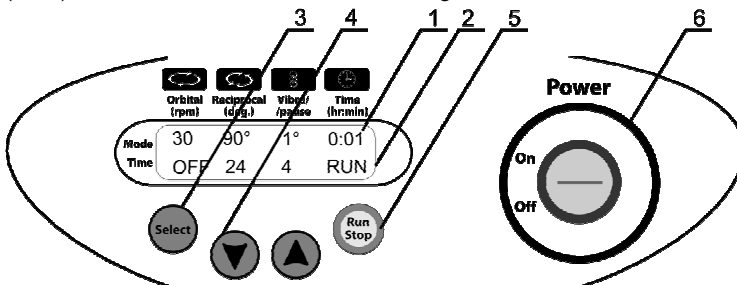

Abb. 2 Vorderseite
- 4.1. Schließen Sie das externe Netzgerät an das Stromnetz an und schalten Sie den Netzschalter (Power) ein (Abb. 2/6).
- 4.4. Drücken Sie die Taste Run/Stop(Laufen/Stopp) (Abb. 2/5), um das Programm zu starten. Die Plattform beginnt sich zu bewegen, und die entsprechenden Anzeigen (RUN [Laufen] (Abb. 2/2) und die sich ändernden Zeitwerte) erscheinen auf dem Display.
- 4.5. Falls keine Betriebsdauer eingestellt ist und der Timer (Abb. 2/1) OFF (Aus) anzeigt, startet durch Drücken der Taste Run/Stop (Laufen/Stopp) der kontinuierliche Betrieb des Geräts, bis die Taste Run/Stop (Laufen/Stopp) erneut gedrückt wird.
- 5.1. Drücken Sie die Taste Select (Auswählen) (Abb. 2/3) , um den zu ändernden Parameter auszuwählen (jedes Drücken der Taste Select (Auswählen) aktiviert die Parameter reihum). Der aktive Parameter blinkt. Stellen Sie mit den Tasten und (Abb. 2/4) den gewünschten Wert ein (Drücken der Taste für länger als 2 Sek erhöht die Geschwindigkeit der Änderung der Werte).